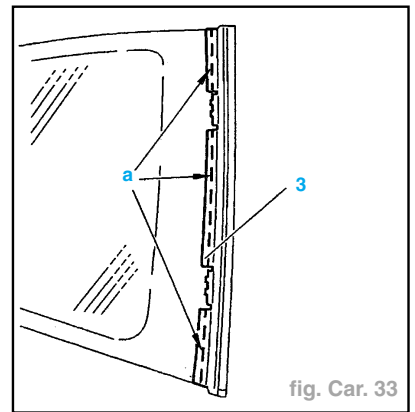

fig. Car. 33
**Nota :** Lors du remplacement d'une vitre de custode : encoller la charnière (3) en "a" à l'aide d'un produit type "GURIT" (fig. Car. 33).